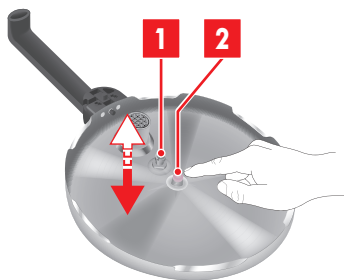

Abb. 8: Sicherheitsprüfungen
1. Prüfen Sie Sicherheitsventil (Abb. 8/1) und Druckanzeiger (Abb. 8/2) auf Gängigkeit.